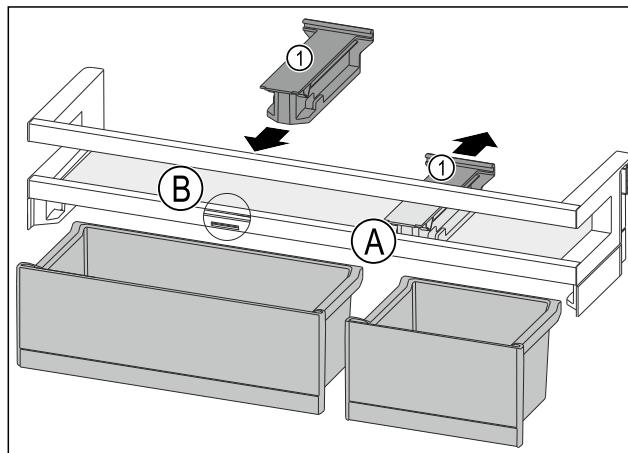

Fig. 94
- Držalni del Fig. 94 (1) odstranite nazaj v položaj Fig. 94 (A).
- Držalni del Fig. 94 (1) vstavite v položaj Fig. 94 (B).